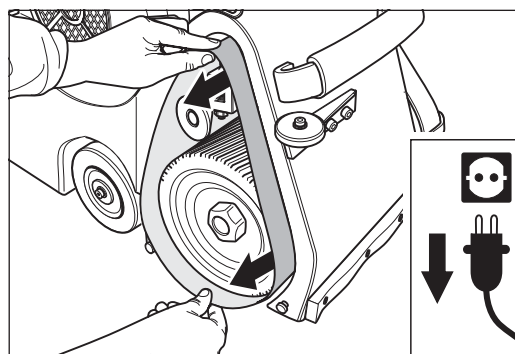

Abb. 36 Das Schleifband von den Walzen abnehmen.
- 5 Nehmen Sie das Schleifband von den Walzen ab (Abb. 36).